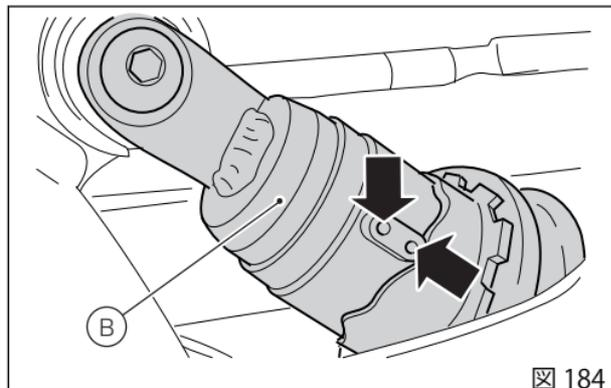

図 184
チェーン張力値は、リアショックアブソーバー (B) が初期状態、すなわちすべて緩めた位置から2クリックの状態にある場合のみ有効です ((図 184) 参照)。